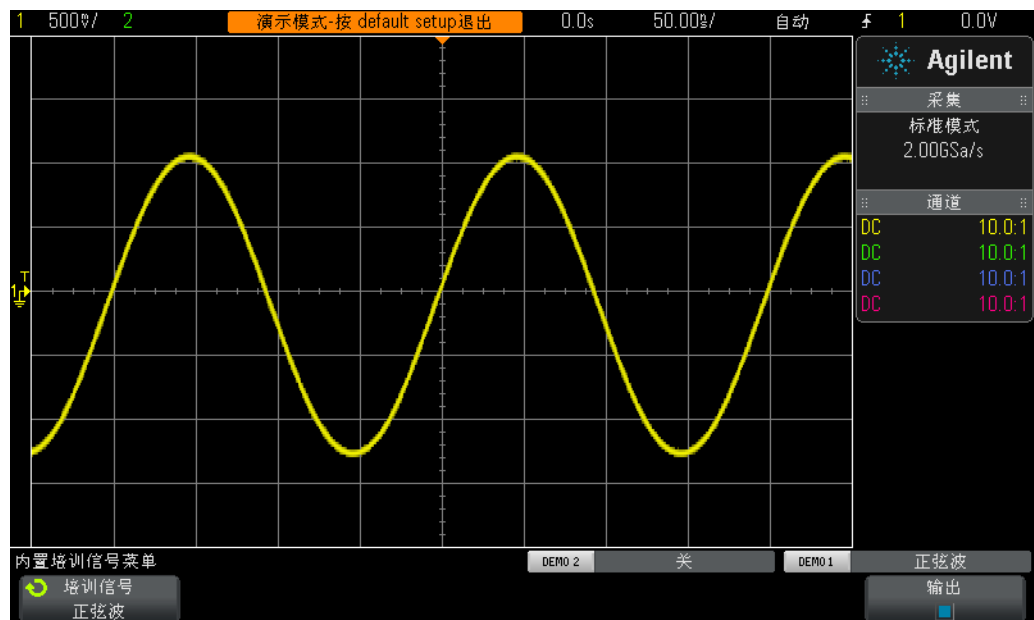

图 9 用于查看正弦波培训信号的初始设置
- 8 顺时针旋转 s/div 旋钮（“水平”部分中的大旋钮），直到您观察到显示屏上出现正弦波的两个以上周期。正确的设置应为 **50 ns/div**，在显示屏顶部中间附近显示为“50.00ns/”。您的示波器的显示屏现在应与图 9 类似。至此我们完成了时基的基本设置。